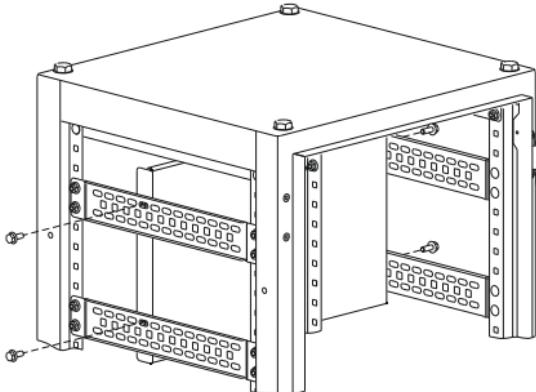

Рисунок 16
12.2 Установите панель монтажную между двумя предварительно смонтированными рейками боковыми и закрепите болтами M6x16 (рисунок 16). Момент затяжки 5 Н·м.